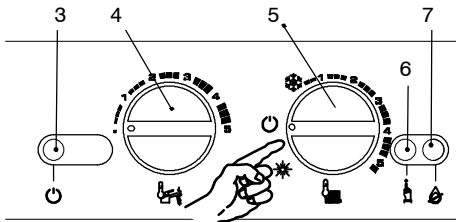

fig. 8.3
- 2 Colocar el conmutador 5 como en la fig. 8.3; el indicador luminoso 3 centellea por intermitencia de aproximadamente cuatro segundos.